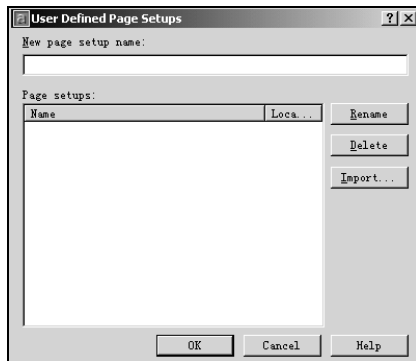

图 10-19 User Defined Page Setup 对话框
- (1) Layout name。显示当前图纸布局名称。
- (2) Page setup name。选择设置当前页面设置名称。单击 Page setup name 下拉列表框右侧的 Add 按钮，AutoCAD 将弹出如图 10-19 所示的对话框，允许用户添加新的页面设置方式。用户还可以在该对话框中命名新的页面设置，也可进行删除、重命名操作。